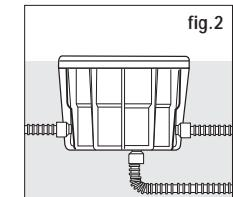

fig.2
- effectuer le remplissage au ras du couvercle du boîtier (fig.2).
- Den Guss oder die Auffüllung bis zum Kastendeckelrand durchführen (Abb. 2).
- effettuare il getto o il riempimento a filo coperchio cassetta (fig. 2).